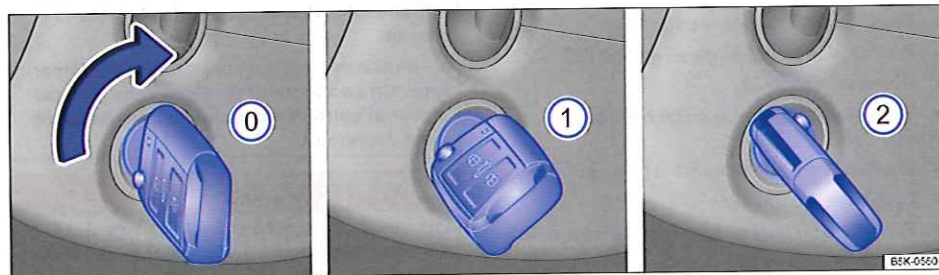

Fig. 137 Positions de la clé du véhicule dans le contact-démarrreur
Positions de la clé du véhicule $\Rightarrow$ fig. 137
3.	Uniquement sur les véhicules avec moteur diesel : pour le préchauffage, amenez la clé du véhicule dans le contact-démarrreur en position ⇒ fig. 137 ①. Le témoin de contrôle  s'allume dans le combiné d'instruments.
5.	Lorsque le moteur démarre, relâchez la clé du véhicule dans le contact-démarrreur. Lorsque vous relâchez la clé du véhicule, celle-ci retourne en position ⇒ fig. 137 ①.